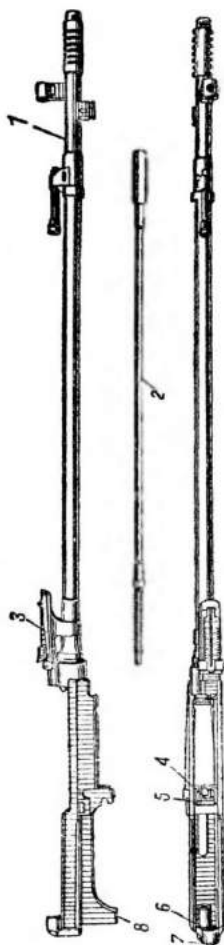

Рис. 3. Ствол со ствольной коробкой:
5. Ствол со ствольной коробкой (рис. 3) в собранном виде имеет следующие основные части: надульник; газовый цилиндр со штоком и толкателем с пружиной; прицел; отражатель с останковым затвора; разобщитель автоматического спуска; втулку ствольной коробки; запор втулки с упором и пружиной.